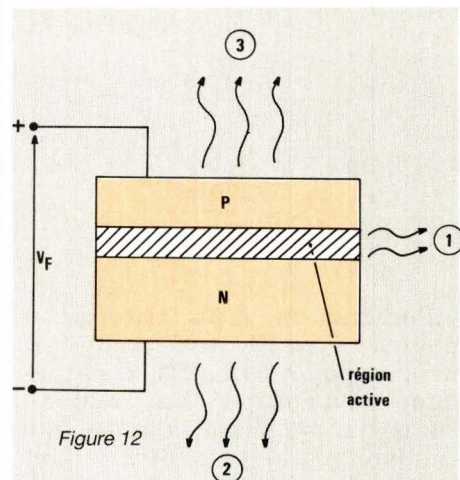
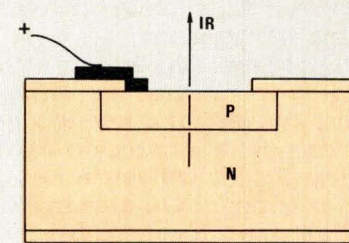

Figure 12
Figure 13
Dans cette zone, l'émission de photons est isotrope, et on peut choisir plusieurs directions, pour recueillir le rayonnement : dans une direction parallèle à la jonction (**1**, **figure 12**), ou dans une direction perpendiculaire, soit à travers la région « morte » N (**2**), soit à travers la région P (**3**). Le plus souvent, on met à profit la transparence acceptable et la faible épaisseur de la région P, pour exploiter la solution (3). Les diodes électroluminescentes de ce type sont construites en technique planar, conformément à la **figure 13**.